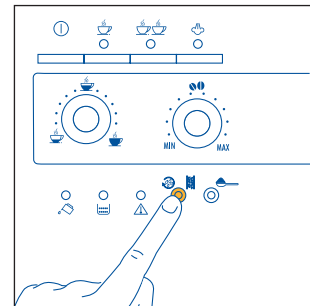

Fig.14
1) Indien het apparaat net werd aangezet en men een espresso wilt zetten (minder dan 60 cc), wordt het warm water van de spoeling gebruikt om de kopjes voor te verwarmen (zie tip par. 4.3, punt 5.). Indien evenwel na de laatst gezette kop koffie meer dan 2/3 minuten zijn verlopen alvorens een nieuw kopje te zetten, moet de infusor worden voorverwarmd door te drukken op de knop  (fig. 14). Laat het water in het onderliggend druijbakje lopen of gebruik dit water om het kopje